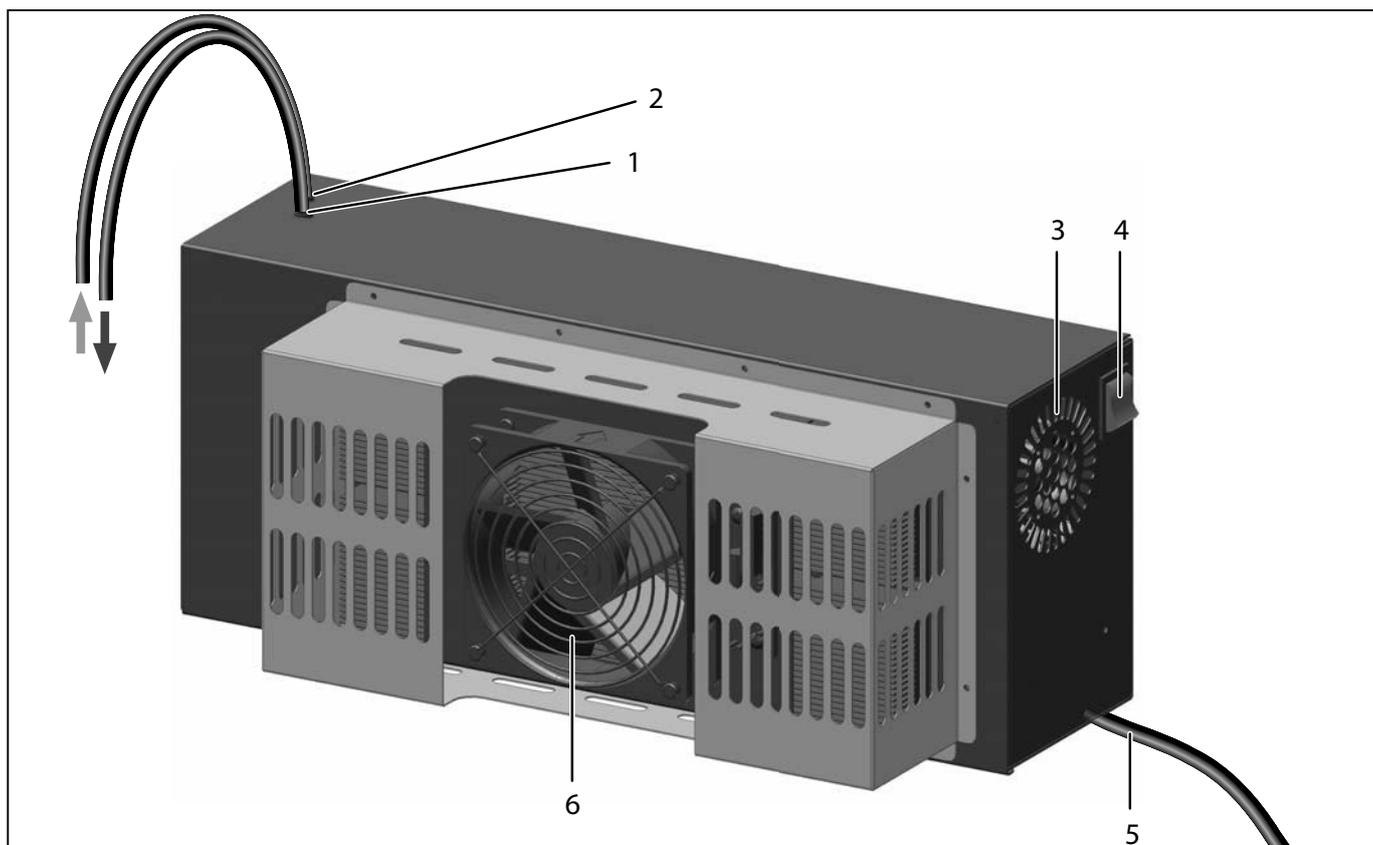

Fig. 1 Bloc réfrigérant CDP 115 pour bains-marie
- 1 Choisir un site d'installation qui permet un dégagement total de la turbine de ventilation du bloc Peltier (Fig. 1) afin de ne pas limiter sa puissance réfrigérante. Les deux autres grilles d'aération doivent toujours rester dégagées.